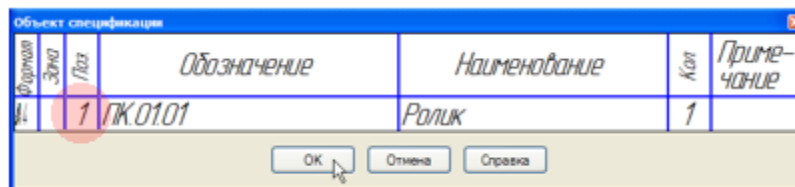

Рисунок 20.
- Обратите внимание на номер 1 позиции объекта. Щелчком на кнопке ОК завершите создание объекта (рис. 20).